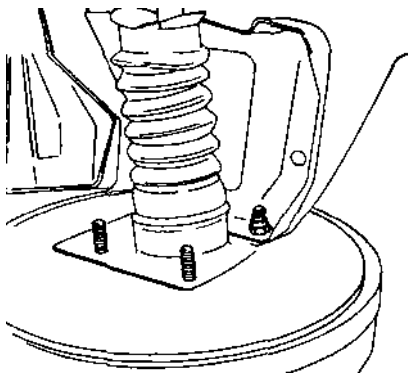

Рис. 7.22.
- открутив гайки, отсоединить кронштейны от усилителя (рис. 7.22);